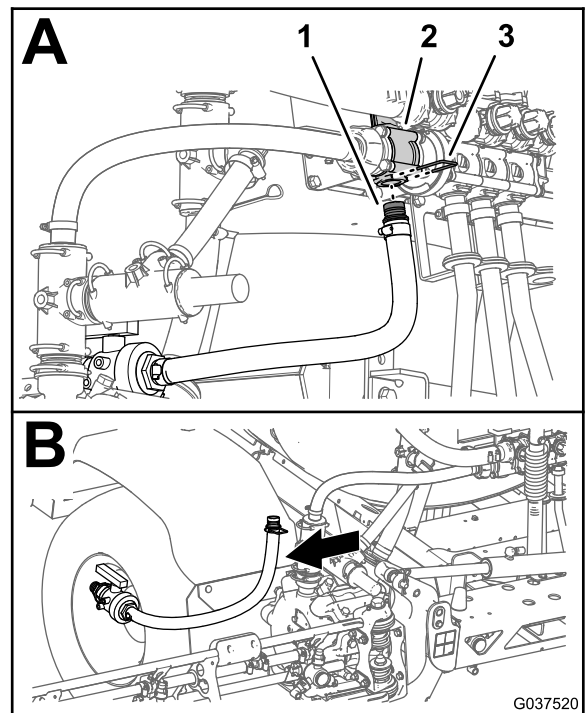

Bild 35
3. Entfernen Sie den Halter, mit dem das gerade gezahnte Anschlussstück des Rührwerk-Zulaufschlauchs am Rührwerkventil befestigt ist (Bild 35).
4. Entfernen Sie das Kugelventil und den Rührwerk-Zulaufschlauch von der Maschine (Bild 35).